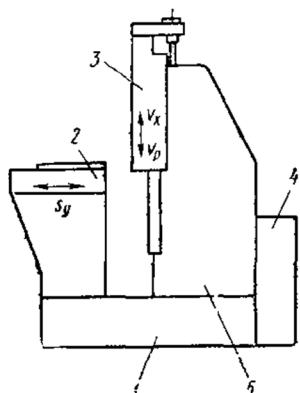

Рисунок 1 - Общий вид вертикально-протяжного станка
**Вертикально-протяжной станок.** Этот станок для наружного протягивания (рисунок 1) состоит из основания 1, станины 5, насосной станции 4, каретки 3, стола 2. Заготовку устанавливают в приспособлении на столе станка. Протяжку закрепляют в каретке и от гидропривода сообщают ей вертикальное поступательное перемещение — главное движение. Протяжка, опускаясь (рабочий ход Ур), обрабатывает заготовку.